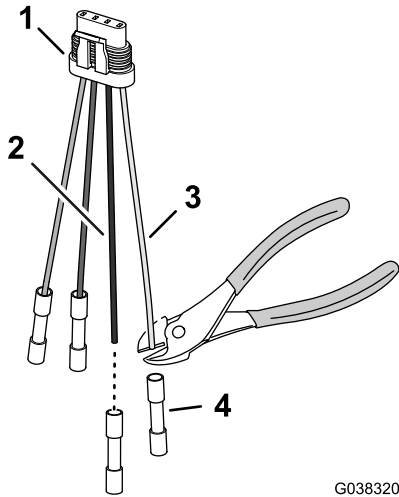

图37
1. 剪掉 4 针适配器粉色导线和黑色导线的对接接头图 37。